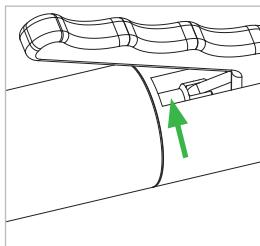

Abbildung 14
- ▶ Geben Sie einen kurzen Sprühstoß mit dem Zielröhrchen auf den Gabelkopfstift (Pos. 3) (Abbildung 14).